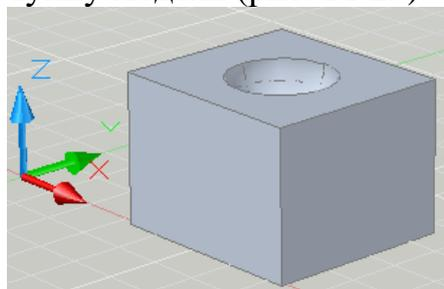

Рис. 11.25 Модель в якій від ящика відняли кулю
**15 Команда Вычитание**  дозволяє створювати модель віднімання об'єкта від іншого. При використанні цієї команди для вищенаведеного прикладу відніmemo від ящика (вказуемо першим об'єктом) кулю (буде другим об'єктом) і отримаємо наступну модель (рис. 11.25).